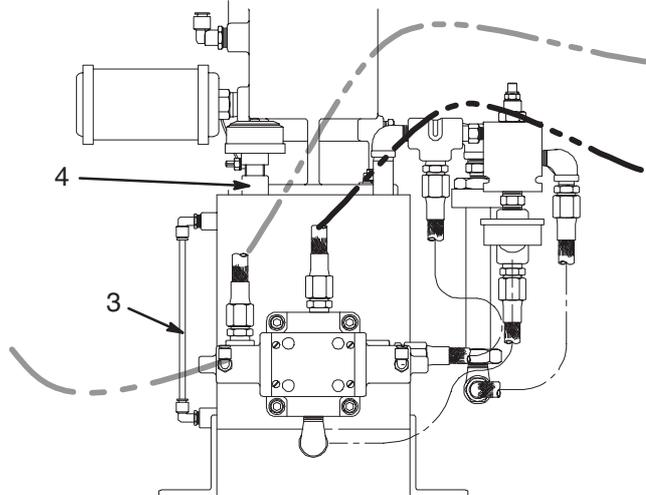

Fig. 9
Compruebe el nivel del fluido hidráulico de la unidad de suministro (Fig. 9). Debe tener aproximadamente 51–102 mm desde el borde del medidor de nivel del fluido (3). Si fuera necesario, añada más líquido hidráulico por el orificio del tubo de ventilación (4) (Pieza Graco N° 169236).